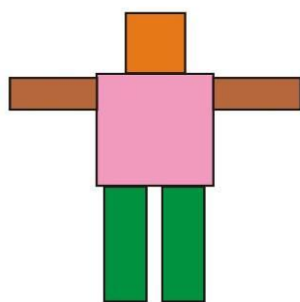

图 3 人形机器人示意图
4. 人形双足机器人的外形必须是类人形，由四肢、躯干和头等几部分组成，如图 3。多足机器人必须通过三只或三只以上的腿足进行移动。不得使用轮、履带等接触地面进行移动和转向。